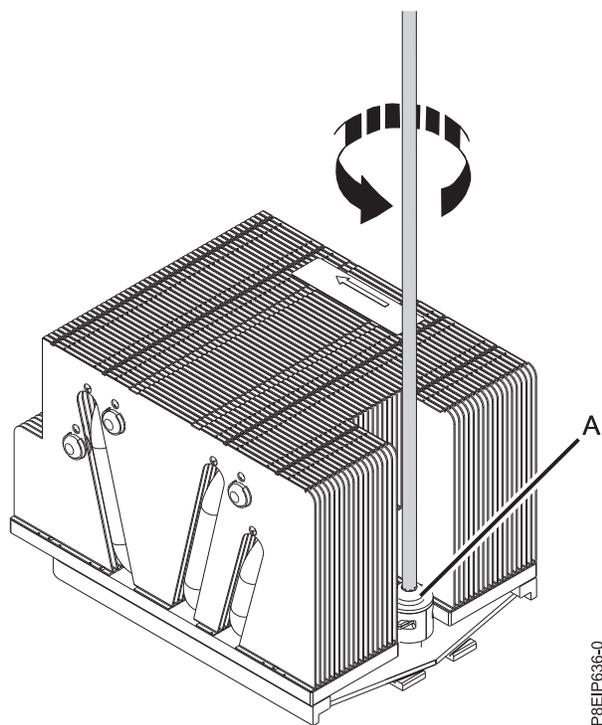

図 77. ヒート・シンクのロード・アームねじを緩める
4. #3 Phillips ドライバーを使用して、取り外すシステム・プロセッサ・ヒート・シンクのロード・アームねじ (A)を緩めます (図 77 を参照)。